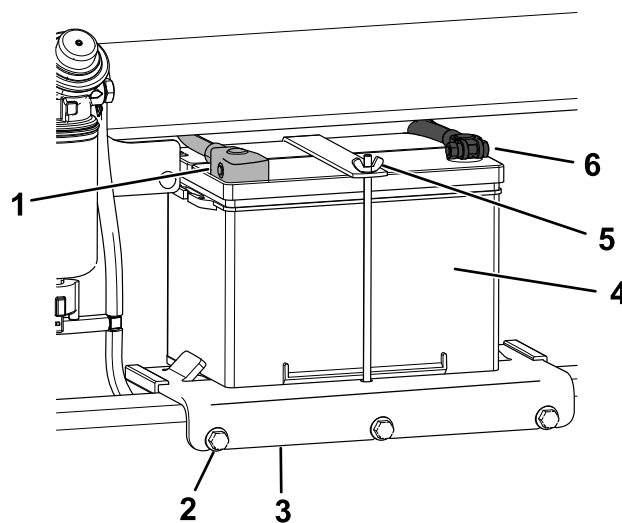

Figure 60
4. Débranchez le câble négatif (noir) de mise à la masse de la borne de la batterie (Figure 60). Conservez les fixations.
6. Débranchez le câble positif (rouge) de la borne de la batterie (Figure 60). Conservez les fixations.
7. Desserrez les 3 boulons de fixation du support de batterie et déposez le support avec la batterie (Figure 60).
1. Placez la batterie sur son support et fixez-la en place avec l'écrou à oreilles et la tige (Figure 60).
2. Montez le support de batterie sur la machine et fixez-le en place avec les 3 boulons (Figure 60). Serrez les boulons à 41 N·m (30 pi-lb).
3. En vous servant des fixations retirées précédemment, branchez le câble positif (rouge) de la batterie à la borne positive (+) (Figure 60).
5. En vous servant des fixations retirées précédemment, branchez le câble négatif (noir) à la borne négative (-) de la batterie (Figure 60).